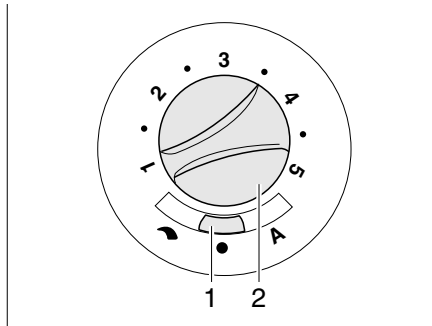

Fig. 106 Commutateur de commande du ventilateur à air pulsé (12 V)
- Régler l'interrupteur à curseur (Fig. 106,1) sur "↷" (réglage manuel) ou "A" (mode automatique).
- Si l'interrupteur à curseur est réglé sur (Fig. 106,1) "↷" (réglage manuel) : Régler la puissance désirée du ventilateur à air pulsé à l'aide du bouton de commande (Fig. 106,2).
- Régler l'interrupteur à curseur (Fig. 106,1) sur "●" (arrêt). Lorsque le chauffage est en marche, cet interrupteur est à l'arrêt.